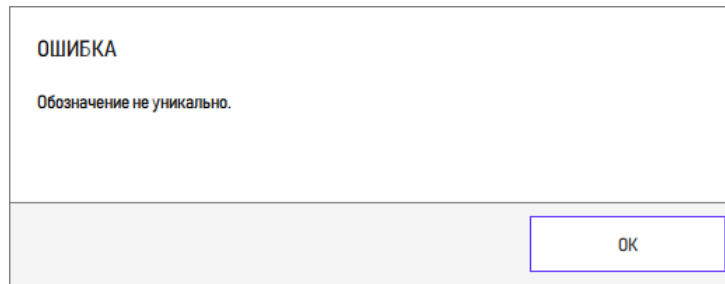

Рисунок 89 – Сообщение об ошибке при неуникальном обозначении
- 4) Если введенное значение не является уникальным, появляется сообщение об ошибке (рисунок 89). Ввести другое обозначение.